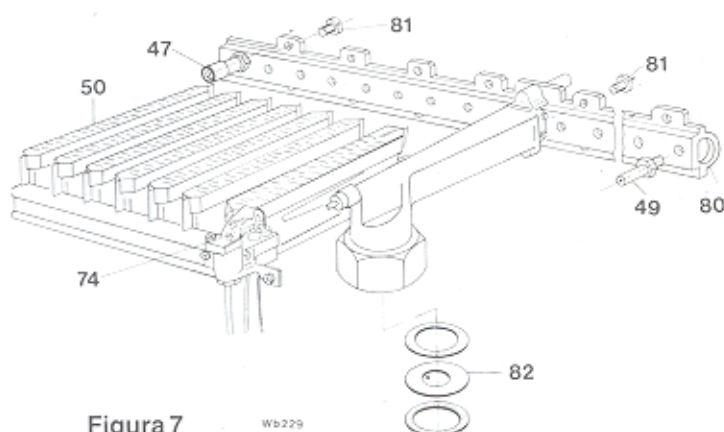

Figura 7
3. Quitar el capuchón del tornillo regulador C (figura 7). Regular, con el tornillo C, el consumo de gas (l/min) indicado en la tabla de la página 9, mediante el contador de gas.